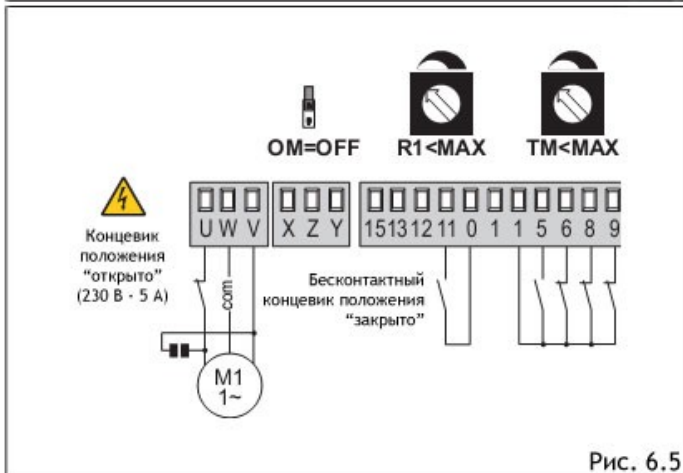

Рис. 6.5
- Створка ворот останавливается у механического концевика при открывании, при достижении механического упора при закрывании, и изменяет направление движения при обнаружении препятствия (Рис. 6.5)